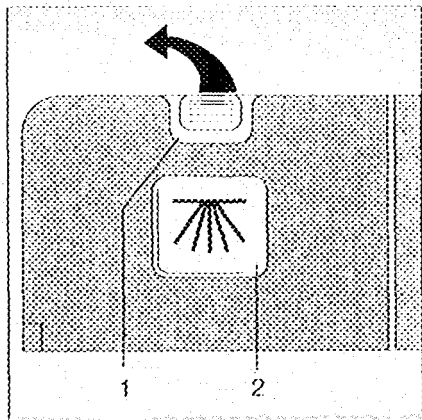

Bild 8
- ☐ Verschußhebel nach vorne drücken (Bild 8/1). Der Deckel springt auf.
Bei sehr stark verschmutztem Geschirr haben Sie die Möglichkeit, in die Deckelmulde (Bild 8/2) zusätzlich Reinigungsmittel zu geben. Mulde gestrichen füllen. Dieser Reiniger wird bereits im Vorspülen wirksam.